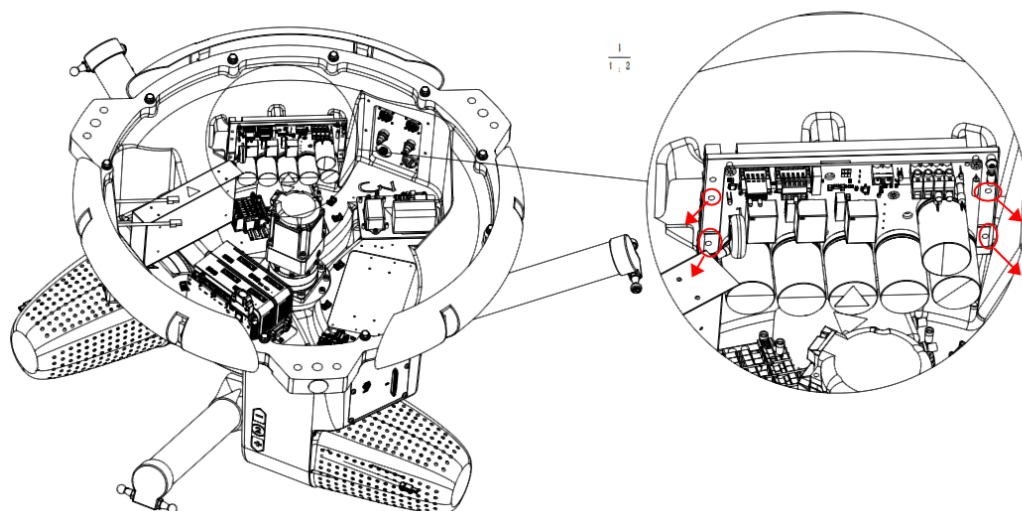

图 4-17 拆卸 QBUS-3kW 模块上的固定螺钉示意图
**步骤3** 使用 3 号内六角扳手拧开 QBUS-3kW 模块上的 4 颗固定螺钉并取下，如图 4-17 所示。